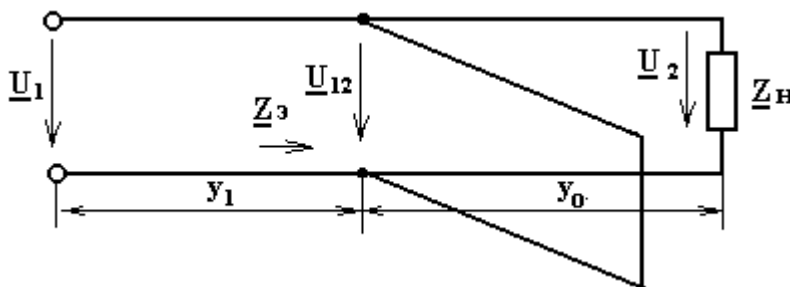

Рис.5.36
4. Длина участка линии y_0 , определяющая место присоединения шлейфа (рис. 5.36), определяется выражением [3]